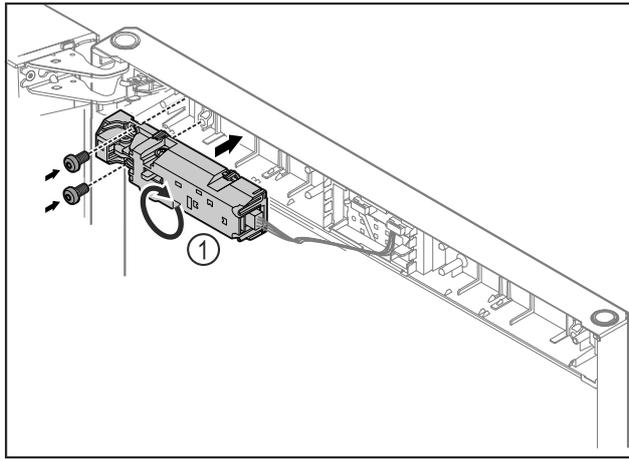

Fig. 14
- Fernschloss Fig. 14 (1) um 180° drehen und auf Gegenseite befestigen.